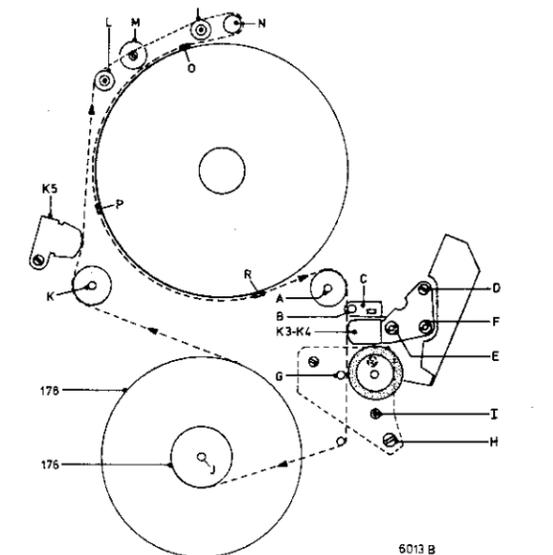

Fig. 36
c. Einstellen des Audio/Synchronkopfes (siehe Abb. 36)